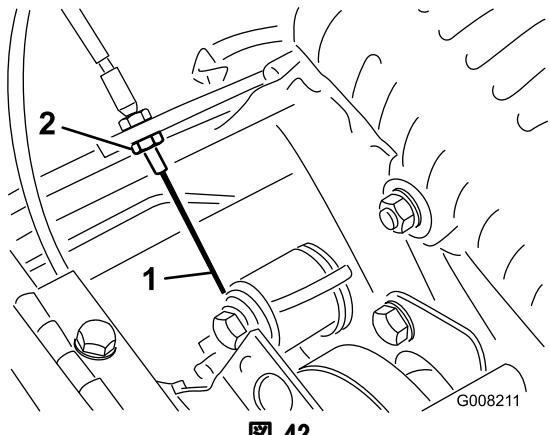

図 42
3. 走行ケーブルの前ジャムナットをゆるめ、後ジャムナット（図 42）を締めてケーブルの張りを出し、3-4 kgの力で走行コントロールがつながるようにする。力の計測はコントロールノブの部分で行う。